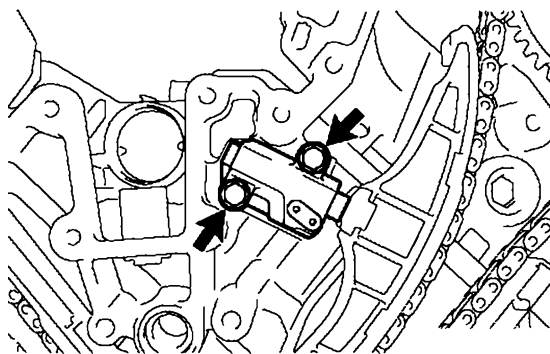

图 24-62 安装正时链条张紧器
② 向下移动止动片，使其恢复锁定状态，然后把一根六角扳手插入止动片的孔中。
③ 按照图 24-62 所示，安装正时链条张紧器并将 2 个螺栓紧固至 $10\text{N} \cdot \text{m}$ 。